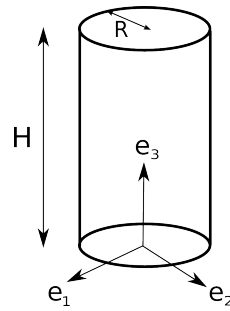

Figure 3: Cylindre
2. Le solide est désormais un cylindre de hauteur H et rayon R (cf. figure 3).